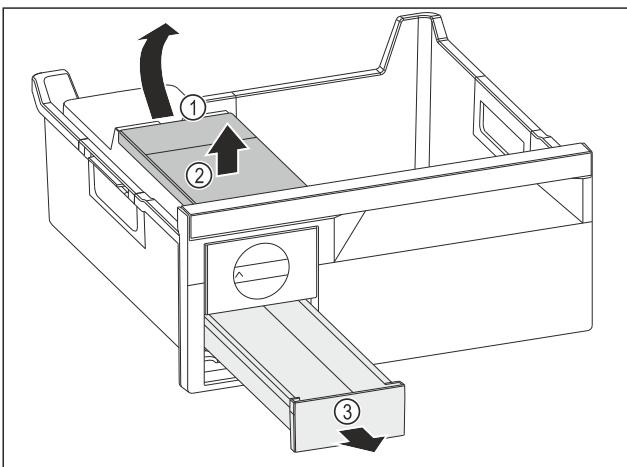

Fig. 73
- Odobrťte nádržku na vodu: Nádržku na vodu nadvihnite za vybranie Fig. 73 (1).
- Nádržku na vodu Fig. 73 (2) odoberte smerom nahor.
- Zásuvku na kocky ľadu Fig. 73 (3) odoberte smerom nahor.